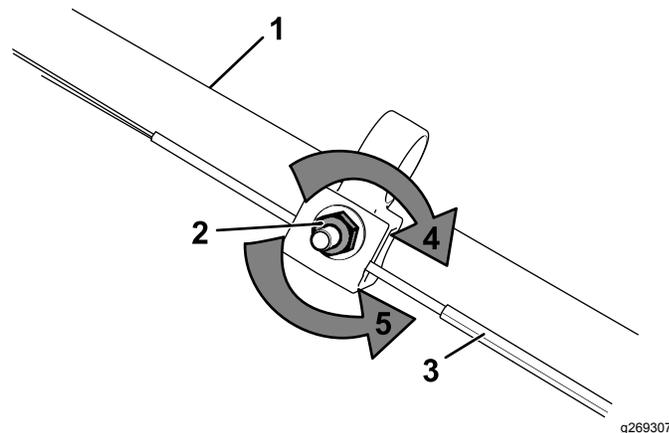

Рисунок 29
- Отрегулируйте натяжение троса (Рисунок 29), потянув его назад или вперед, затем удерживайте в этом положении.
- Поверните регулировочную гайку против часовой стрелки, чтобы ослабить натяжение троса (Рисунок 29).